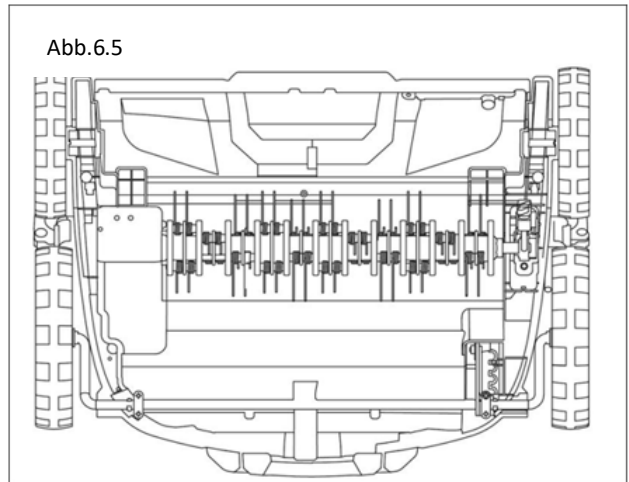

Abb.7
Sie können den Verriegelungsknopf drehen, um die Festigkeit der Verriegelung anzupassen (Abb. 2.1). Danach den Knopf verriegeln, um den Griff in Position zu halten (Abb. 2.2-2.3). Befestigen Sie die Kabelhalterung (11) an der oberen Griffstange auf der Schalterseite (Abb. 7).
### Vorschläge Stromanschluss (Abb. 7)
Stecken Sie den Netzstecker des Anschlusskabels des Geräts in den kombinierten Schalter/Stecker (siehe Abb. 7).